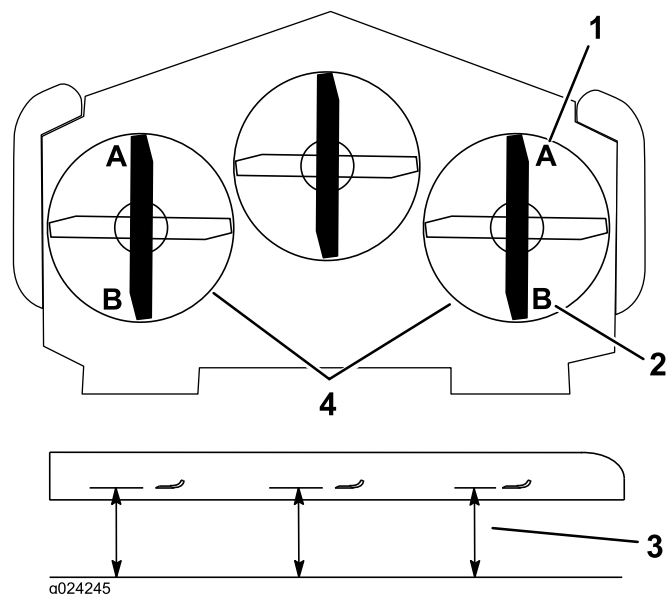

Figure 86
8. De chaque côté du plateau de coupe, mesurez la distance entre la surface plane et la pointe avant de la lame (position A) (Figure 86).
Remarque: Il faut obtenir un écart de 76 mm ; voir Figure 86.
14. De chaque côté du plateau de coupe, mesurez la distance entre la surface plane et la pointe arrière de la lame (position B). Il faut obtenir un écart de 8,3 cm (Figure 86).